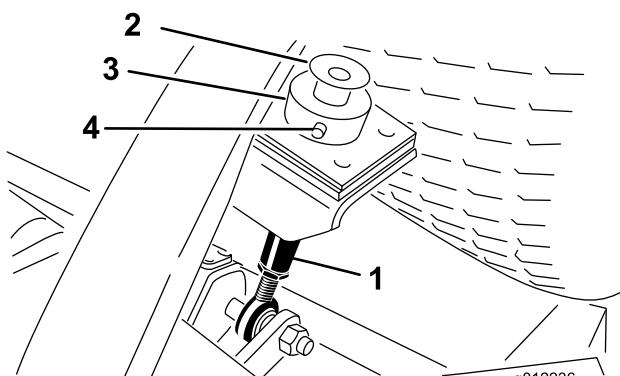

図 20
2. 各刈高ロッドの上部についているボルトとワッシャを外す (図 20)。
3. カッティングユニット後部で、刈高ロッドに刈高カラーを固定しているヘアピンとクレビス・ピンを外す(図 20)。刈高カラーを外す。